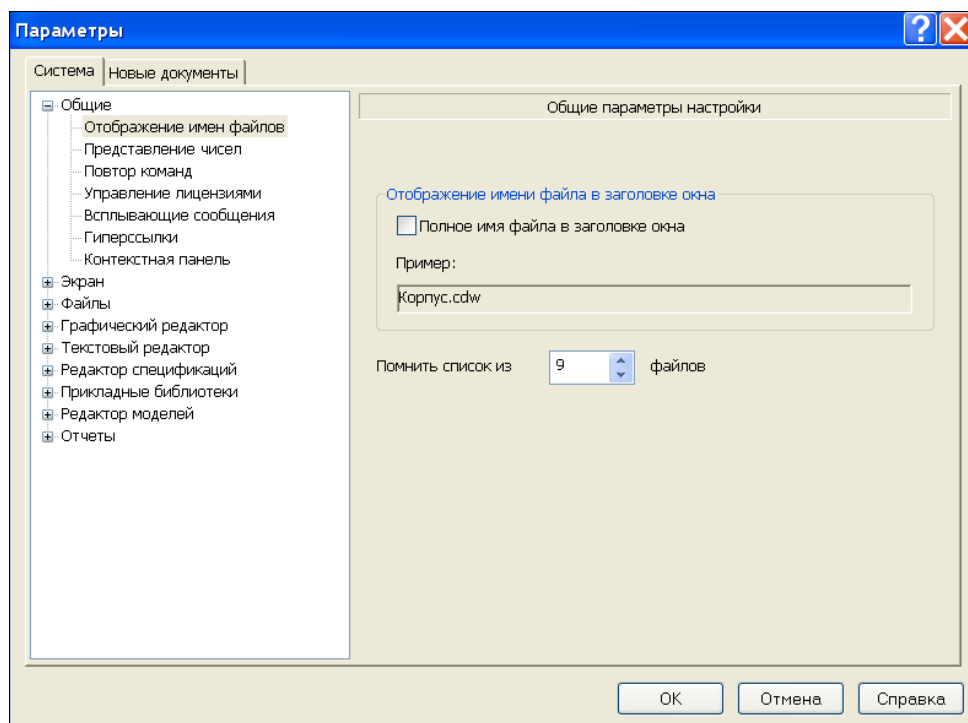

Рис. 15.1. Диалоговое окно **Параметры** с открытой вкладкой **Система** и панелью **Общие параметры настройки** системы
- ◆ на вкладке **Система** в левой части окна щелкните ЛК мыши по знаку "плюс" перед названием **Общие**, а затем по пункту **Отображение имен файлов**. В правой части появилась панель **Общие параметры настройки** (рис. 15.1):